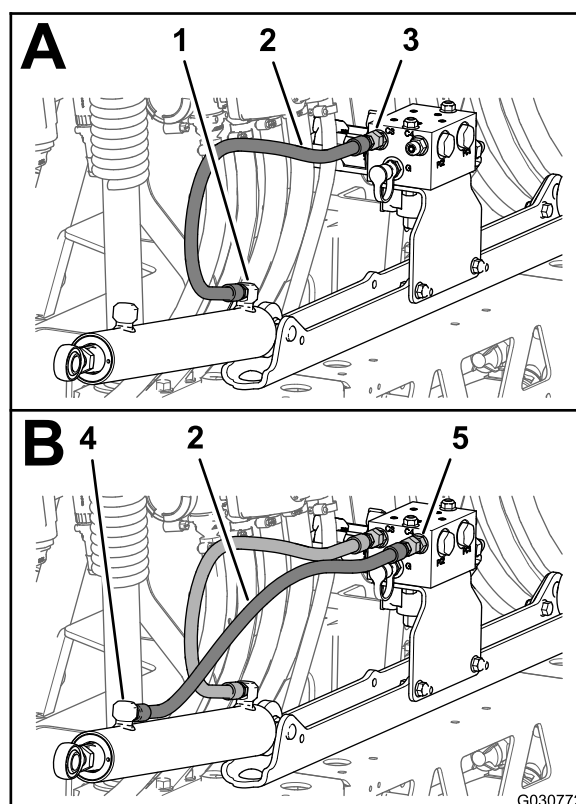
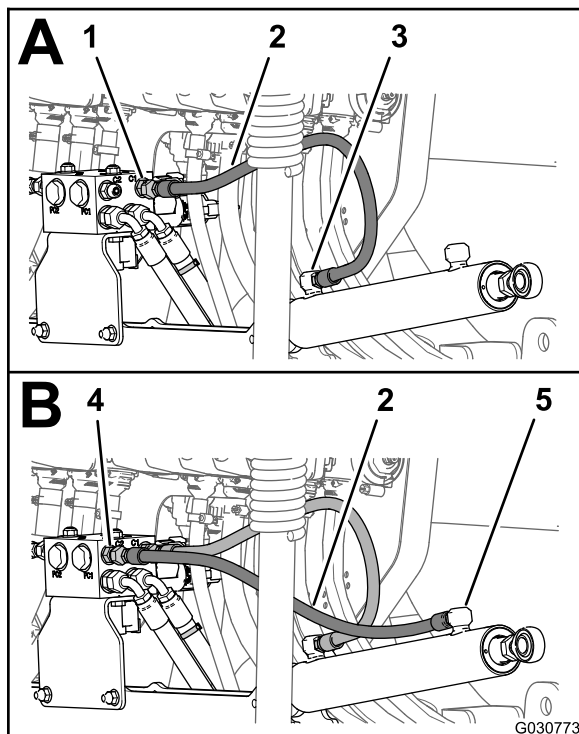

Рисунок 129
Рисунок 130
- Установите, не затягивая, новый гидравлический шланг ($\frac{1}{4}$ x 24 $\frac{3}{4}$ дюйма) между отверстием выдвижения подъемного цилиндра левой секции стрелы и отверстием С3 коллектора подъема стрелы (Рисунок 129).
С4 коллектора подъема стрелы (Рисунок 129).
- Установите, не затягивая, новый гидравлический шланг ($\frac{1}{4} \times 24\frac{3}{4}$ дюйма) между отверстием выдвижения подъемного цилиндра правой секции стрелы и отверстием С1 коллектора подъема стрелы (Рисунок 130).
- Установите, не затягивая, новый гидравлический шланг ($\frac{1}{4} \times 24\frac{3}{4}$ дюйма) между отверстием втягивания подъемного цилиндра правой секции стрелы и отверстием С2 коллектора подъема стрелы (Рисунок 130).
- Затяните штуцеры шлангов в отверстиях выдвижения и втягивания подъемных цилиндров (Рисунок 129 и Рисунок 130) с моментом от 21 до 26 Н·м.
- Затяните накидные гайки шлангов, подсоединенных к коллектору подъема стрелы (Рисунок 129 и Рисунок 130), с моментом от 24 до 30 Н·м.